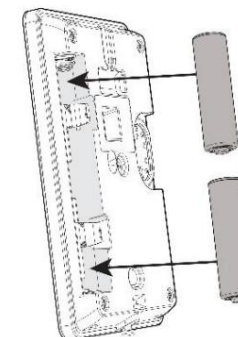

Figura 4
5. Inserire le batterie nella tastiera come da Figura 4.